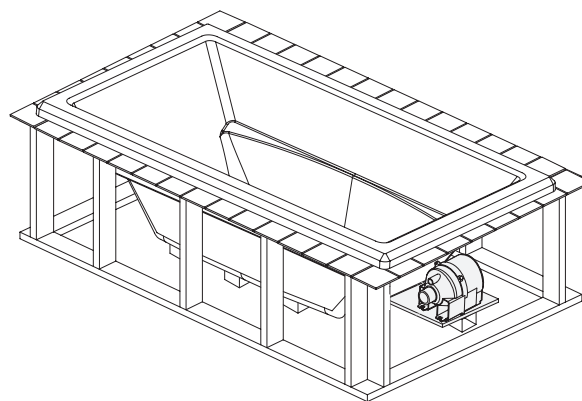

Figure 8
- 14** Calfeutrez autour du périmètre de la baignoire pour sceller l'espace entre le rebord et le support fini (figure 8 à la page précédente).